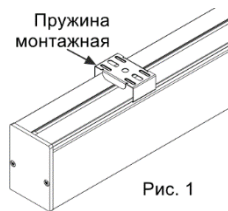

Рис. 1
- Закрепить пружины монтажные (рисунок 1) к опорной поверхности. Пружины в комплект поставки не входят.